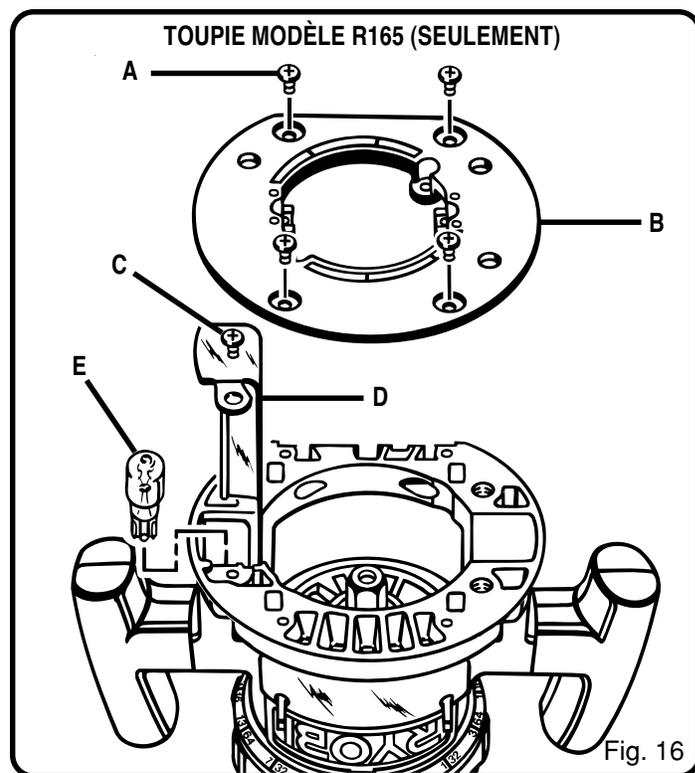

Fig. 16
Voir figure 16.
4. Enlevez les vis (A) et la sous-base (B). Voir figure 16.
5. Enlevez les vis (C) et la lentille de la lampe (D).
6. L'ampoule (E) étant dirigée vers vous, retirez-la de sa douille.